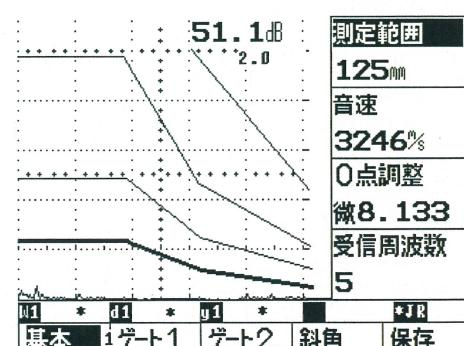

図 8 測定範囲 125mm の D A C 作成例
⑪測定範囲 250mm でD A Cが完成したら、キーを押して基本画面に戻り、測定範囲を125mmに変更すると測定範囲 125mm のD A C作成が完了する。(図8参照)